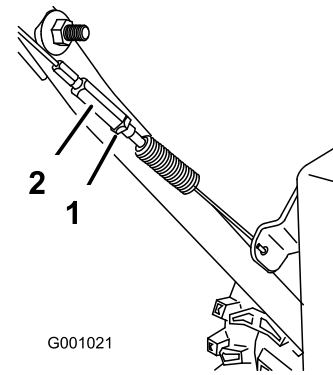

Figura 24
3. Apriete la contratuerca (Figura 24).